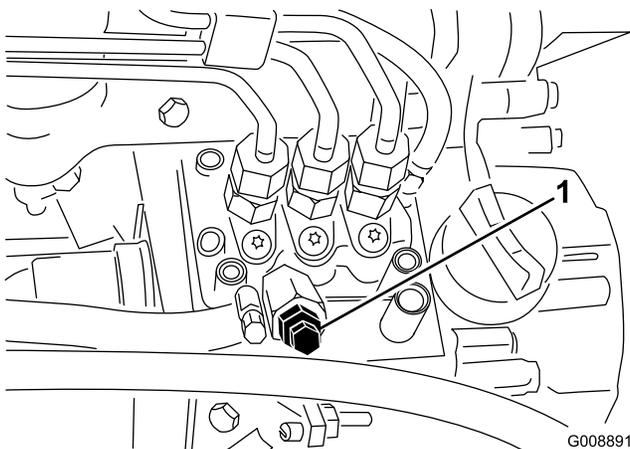

Figura 25
3. Desaperte o parafuso de purga que se encontra na bomba de injeção de combustível (Figura 25).